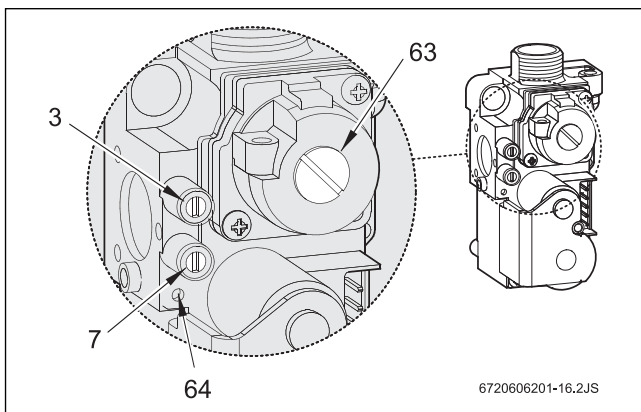

Fig. 23 Cuerpo de gas
- ▶ Desmontar la cubierta del tornillo de ajuste del gas (63) (Fig. 23 ).
- ▶ Tratándose de gas natural: ajustar el consumo MAX con el tornillo de ajuste (63) (Tab. 11 ).